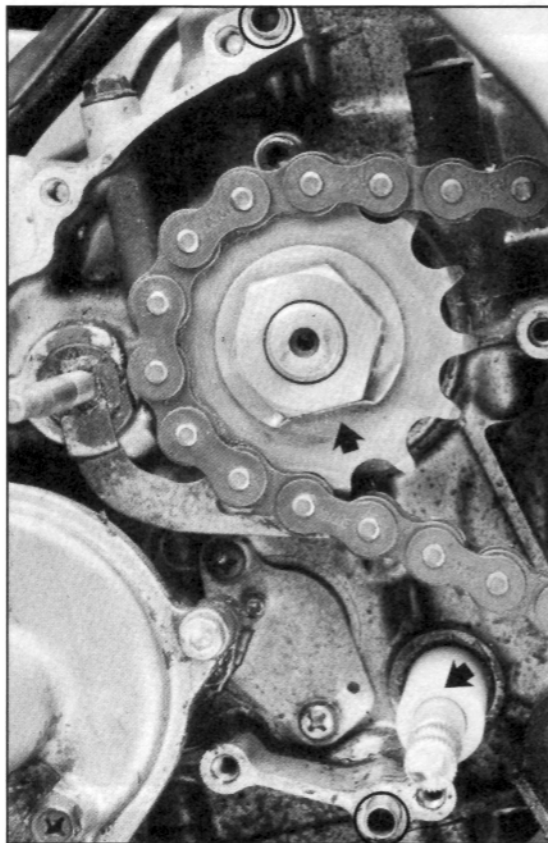

Bild 120
● Sicherungsblech flachbiegen und Ritzelmutter ruckartig ausdrehen (eventuell Gang einlegen und Hinterrad mit Bremse blockieren), siehe Bild 120.
- Ritzelmutter anziehen, dabei Hinterrad mit Fussbremse blockieren. Anzugsmoment 70 Nm. Sicherungsblech anlegen. Siehe Bild 120.